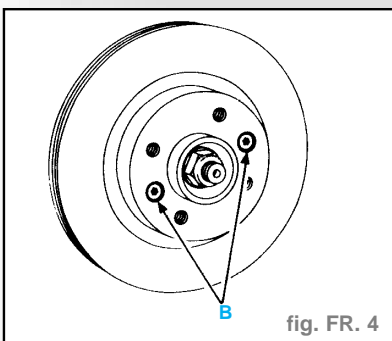

fig. FR. 4
- les deux vis (B) de fixation du disque (fig. FR. 4).
- Mettre en place le disque sur le moyeu et le fixer à l'aide des deux vis (B) (fig. FR.4).